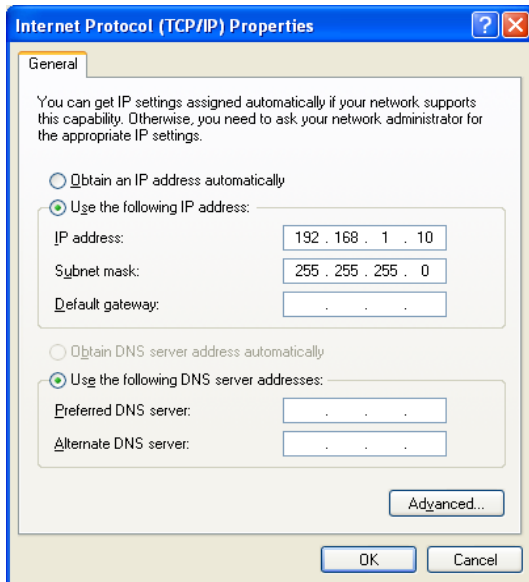

ABB. 16
5. Siehe ABB. 16. "Folgende IP-Adresse verwenden" auswählen. Die vorgegebene IP-Adresse für die Pumpe ist 192.168.1.100. Eine Zahl eingeben, die nur im letzten Zahlenblock von der vorgegebenen Adresse abweicht, zum Beispiel: 192.168.1.10. 192.168.1.10. Dadurch wird dem Computer ermöglicht, die Verbindung mit dem VFD herzustellen. Die Teilnetzmaske auf 255.255.255.0 einstellen.